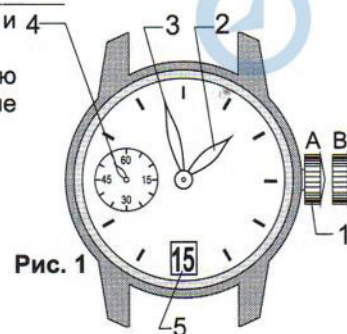

Рис. 1
Часы имеют: Часовую (2), минутную (3) и боковую секундную стрелку (4), календарь чисел месяца в окне циферблата (5) Рис. 1.